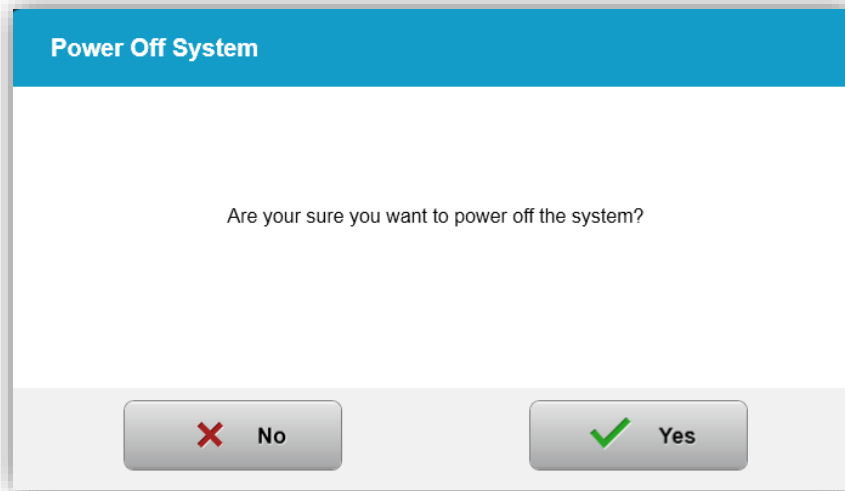

Abbildung 3-49. „Abschalten“ bestätigen
- Bestätigen Sie das Abschalten des Systems, indem Sie wie in Abbildung 3-49 „Ja“ (Yes) wählen.